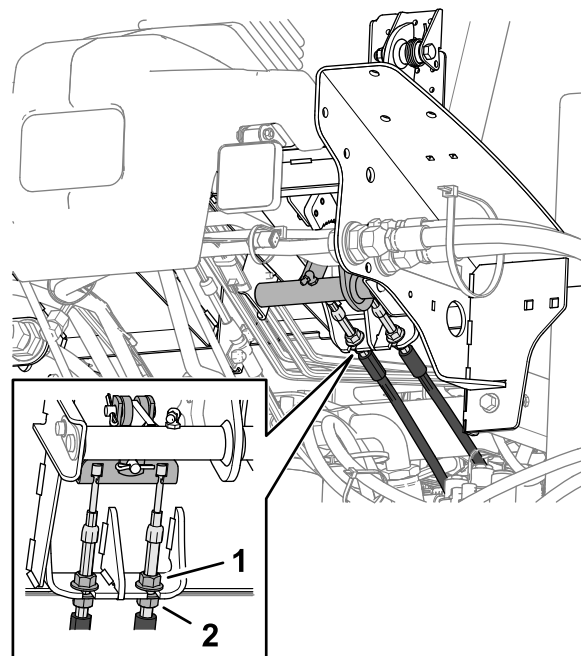

Figura 108
5. Para reducir el recorrido libre del pedal de freno, afloje las contratuercas delanteras del extremo roscado de cada cable de freno (Figura 108).